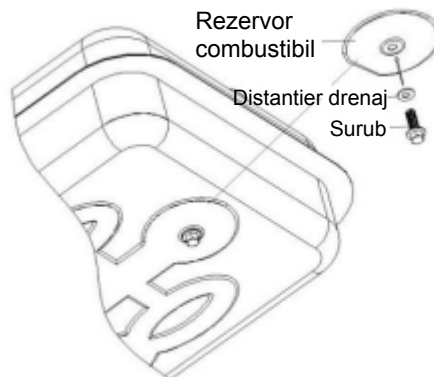

Figura 10. Indepartarea surubului pentru drenaj
2. Pentru a indeparta busonul de drenare (ZB-K100/K125/K175/K215), trageți dispozitivul de prindere al busonului in jos, dupa care scoateti capul de etansare de la orificiul de drenare al rezervorului (Figura 10).